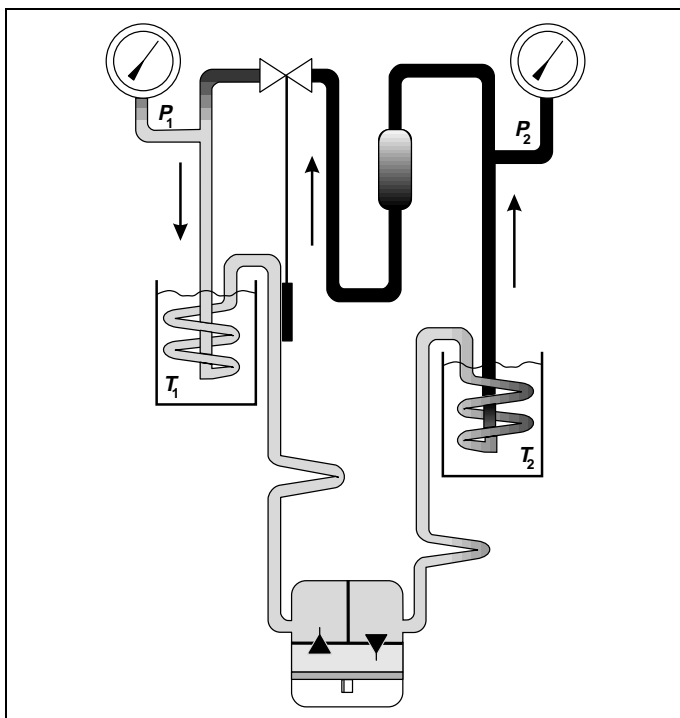

Fig. 2
2.1 Beschreibung der Komponenten (Fig. 2)
2.1 Description of components (Fig. 2)